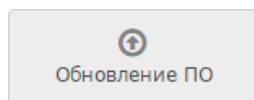

Рисунок 9.38 — Кнопка **Обновление ПО**
2. В списке узлов сети выберите требуемый узел или несколько узлов одной модели, нажмите на кнопку **Обновление ПО** (рисунок 9.38).